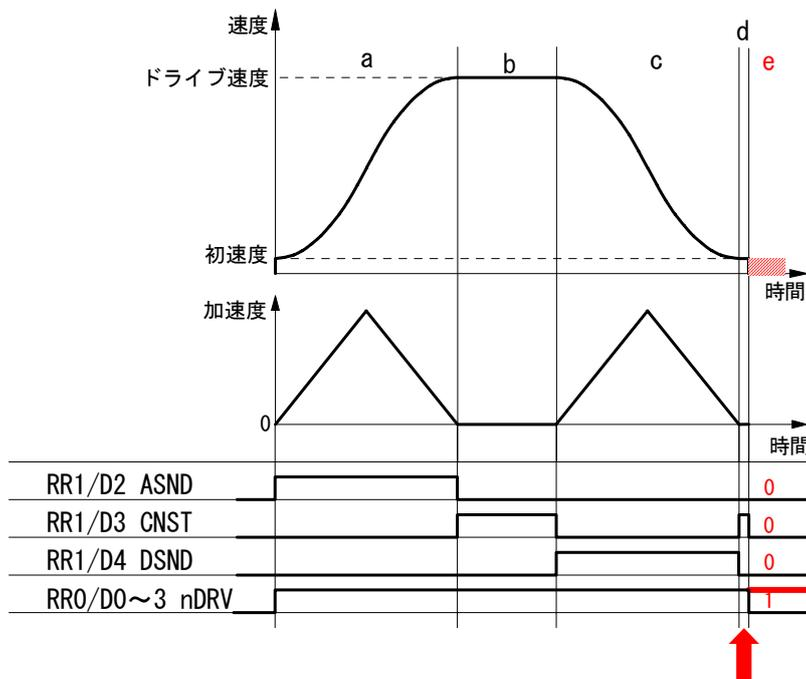

図3 RR1レジスタが示す加減速状態
I Cの RR1 レジスタからは、加速中(ASND)、定速中(CNST)、減速中(DSND)の加減速状態を読み取ることができますが、この時の加減速状態は次の図3 ようになります。
減速停止要求が入ると不具合が発生する可能性がある区間は図3中dの区間で、この時の加減速状態は定速(CNST=1)を示しています。また不具合(連続してパルスを出す)が発生した場合には、ドライブ中(RR0/nDRV=1)にもかかわらず、ASND,CNST,DSNDはいずれも0となります。
基本的には減速が始まったら、減速停止をさせる必要がないわけですから、減速停止命令(26h)の発行を禁止するようにします。減速中であることを知るには通常 nRR1/D4(DSND)を見ますが、図3に示すように、減速停止命令を書くと不具合が発生するのは図3中dの区間です。この区間ではDSNDビットは0になりCNSTビットが1になります。従って、回避策として次の2つの方法を提案させていただきます。
減速停止をかけたい区間は加速時及び定速時(図3のaとb)ですが、図3に示すように、不具合を起こす区間dも定速区間bと同じ定速状態を示します。しかし現在速度に違いがあり定速区間bでは設定ドライブ速度に近く、不具合を起こす区間dでは初速度に近い値です。従って、ドライブ開始前に初速度とドライブ速度の中間の速度を判定速度((ドライブ速度-初速度)/2+初速度))として求めておき、ドライブ中減速停止命令を発行する時には、加速中(ASND=1)または定速中(CNST=1)で且つ現在速度>=判定速度ならば減速停止命令を発行するようにします。
割り込みの発生要因として、図3に示すS字加減速の定速域(b 区間)終了を設定することができます。しかしこの割り込みは、図3に示すように、ドライブ終了間際に d 区間がある場合、すなわち終了間際に初速度に到達した場合、あるいは加速度が0になった場合にも発生します。不具合はドライブ終了間際に、速度が初速度に到達しないで加速度が0に落ちた状態で、減速停止要求が発生すると起きますので、必ず d 区間が現れます。d 区間終了時の割り込み発生のタイミングで不具合か否かを判定する方法です。
- ① 定速域終了を確認します。ドライブしている軸の RR3/D5(C-END)ビットが0の場合は、他の割り込み要因ですので、そちらの割り込み処理を行ないます。
- ② 減速域に入ったか確認します。RR1/D4(DSND)=1 の場合は、図3の b 区間から c 区間にはいった時ですから、そのまま処理を終了します。=0 の場合は d 区間終了であること示していますので、③の処理に移ります。
- ③ ドライブの終了を確認します。もしドライブが終了していれば、d 区間も正常に終了したことなので、そのまま処理を終了します。ドライブが終了していない場合は、d 区間が終了したにもかかわらずドライブ状態であることですので、不具合が発生したことがほぼ確定できます。即停止命令をかける前に、次の④と⑤は安全のために確認します。
- ④ ハードリミットがオンしていることを確認します。RR1/D12,D13 ビットはそれぞれ+方向、-方向のリミットが作動すると1を示しますので、D12=1 または D13=1 ならば、進行方向のリミットがオンしたと判断します。
- ⑤ 不具合発生時には ASND=CNST=DSND=0 となるので、これを確認します。
- ⑥ 即停止命令を発行します。
(2) IC からの割り込みを使用しない場合
図3の d 区間において進行方向のリミットがアクティブになると不具合が発生します(正確には、まれに発生する場合があります)。これを事前に回避する方策はありませんので、不具合が発生したら直ちに停止させる方法を取ることになります。図3に示すように不具合が発生すると(e 区間)、ドライブ状態のまま(RR0/nDRV=1)、加減速状態は ASND、CNST、DSND ともに0になります。この状態は正常なドライブでは起きません。よって、次のような対策のための処理例を示します。